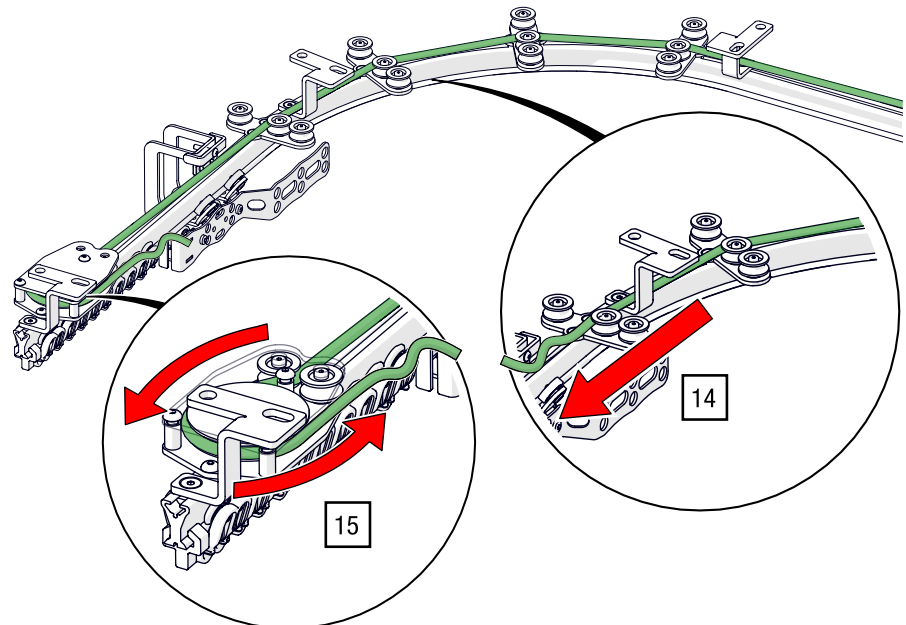

Abb. 79: Obenliegende Seilführung – Seilende durch die Umlenkrolle in den Zugwagen führen (Darstellung der Umlenkrolle ohne Deckblech).
14. Führen Sie das Seilende durch die folgenden Seilführungen (siehe Abb. 79).
15. Führen Sie das Seilende an der Innenseite der Leitrollen durch die Umlenkrolle (siehe Abb. 79).